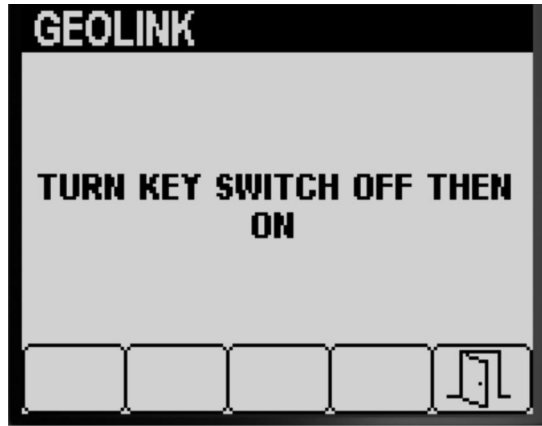

図 38
5. ボタン5を押すと設定を保存してジオリンク画面を終了し、設定画面に戻る 図 38。